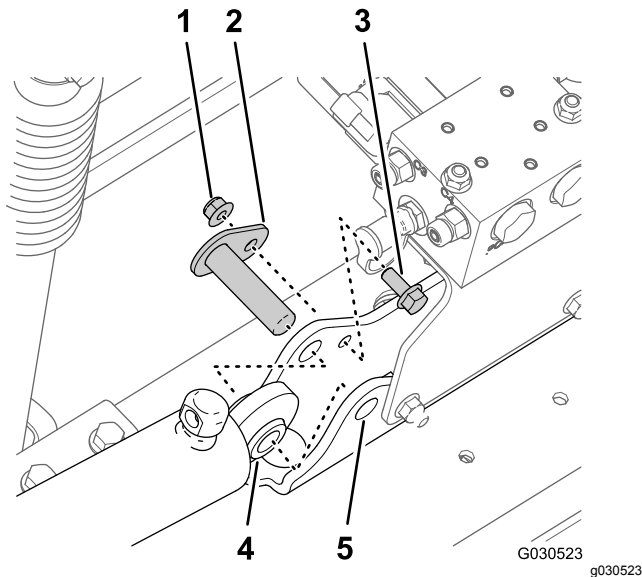

Bild 73
- Entfernen Sie die Sicherungsbundmutter (5/16") und die Bundkopfschraube (5/16" x 3/4"), mit denen der Lagerbolzen an der Zylinderbefestigung befestigt ist (Bild 73).
- Nehmen Sie den Lagerbolzen und den Hubzylinder von der Maschine ab (Bild 73).